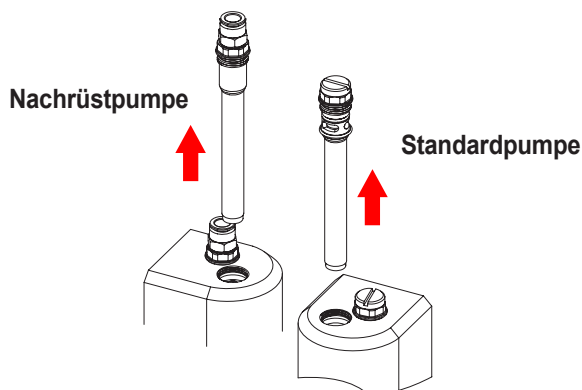

Abbildung 15 Lösen der Fluidisierungsrohre
2. Siehe Abbildung 15. Den Fluidisierungsrohrstopfen lösen und das Fluidisierungsrohr gerade aus dem Pumpengehäuse herausziehen.